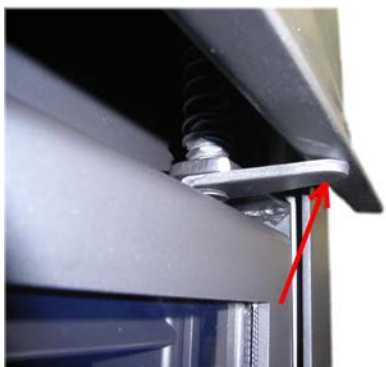

Рисунок 4.
**ВНИМАНИЕ!** В каминных топках имеющих механизм подъема дверцы вверх, **обязательно зафиксируйте противовесы**, вытянув предохранительные пластины в верхних углах дверной рамки, перед открытием дверцы в сторону для чистки стекла! (см. рисунок 4)